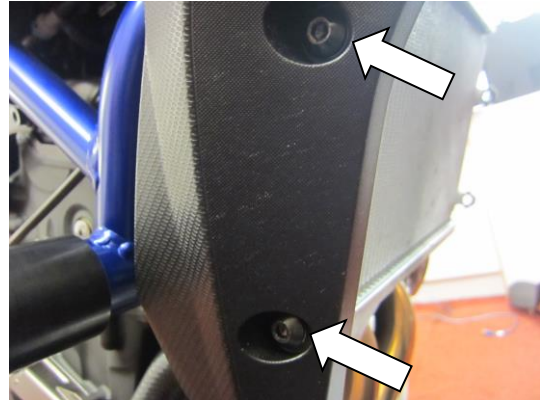

ABBILDUNG 4
- Entfernen Sie die zwei Schrauben, die in Abbildung 4 markiert sind und entfernen Sie die Seitenverkleidung an der rechten Seite des Motorrades.